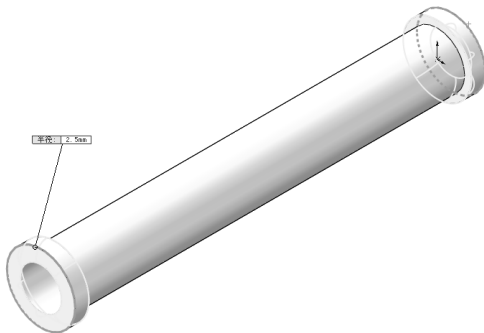
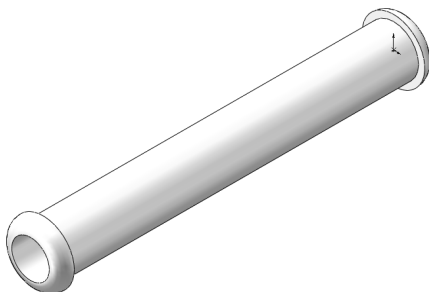

图 4-26 “圆角”属性管理器
图 4-27 圆角实体
**08** 圆角实体。选择菜单栏中的“插入”→“特征”→“圆角”命令，或者单击“特征”控制面板中的“圆角”按钮，此时系统弹出图 4-26 所示的“圆角”属性管理器。在“半径”一栏中输入值 2.50mm，然后用鼠标选取图 4-26 中的两条边线。然后单击属性管理器中的“确定”按钮，结果如图 4-27 所示。